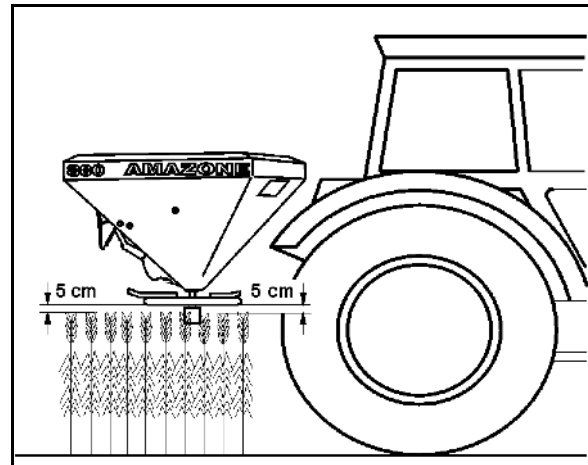

Fig. 63
2. Løsn vingemøtrikken (Fig. 63/1).
3. Find på skalaen (Fig. 63/2) den skalaværdi for spredeindstillingen, som fremgår af spredetabellen, eller er fundet via udsåningsanordningen.
4. Stil aflæsningskanten (Fig. 63/3) til indstillingsgrebet (Fig. 63/4) på denne skalaværdi.
5. Spænd vingemøtrikken (Fig. 63/1) godt.